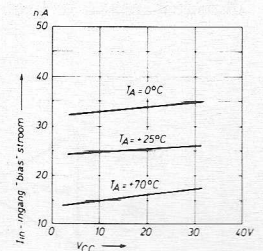

Fig. 4
- Lage ingangsbias stroom (fig. 4) : 35 nA